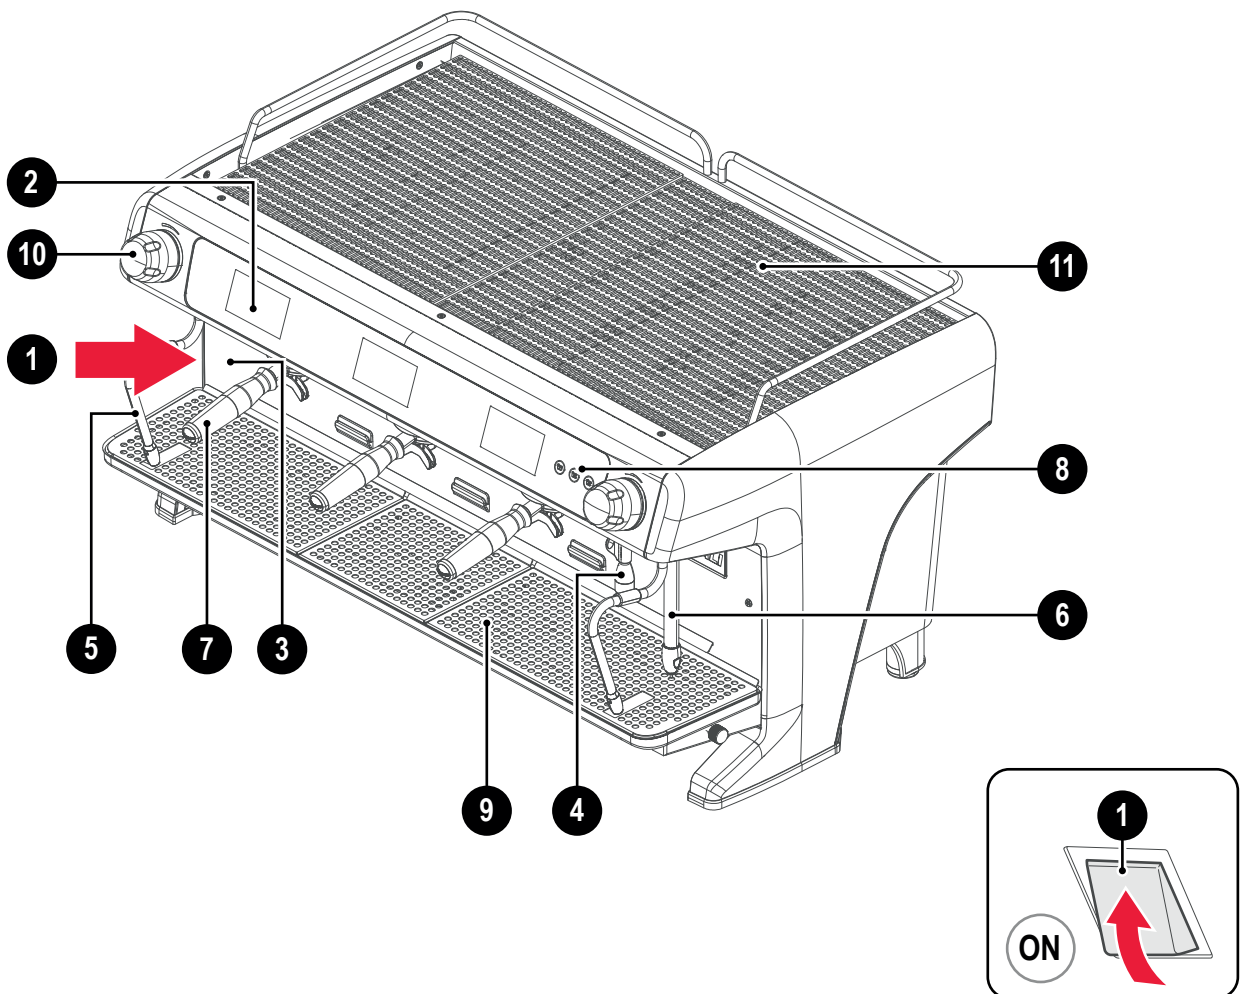

Fig. 4.1 - Teile des Geräts
Für die Teile des Geräts siehe Fig. 4.1.
- Den Hauptschalter (1 - Fig. 4.1) drücken, um das Gerät einzuschalten.
- Während Sie warten, dass das Gerät betriebsbereit ist, den Filterhalter (10 - Fig. 4.1) in die Ausgabevorrichtungen einrasten.